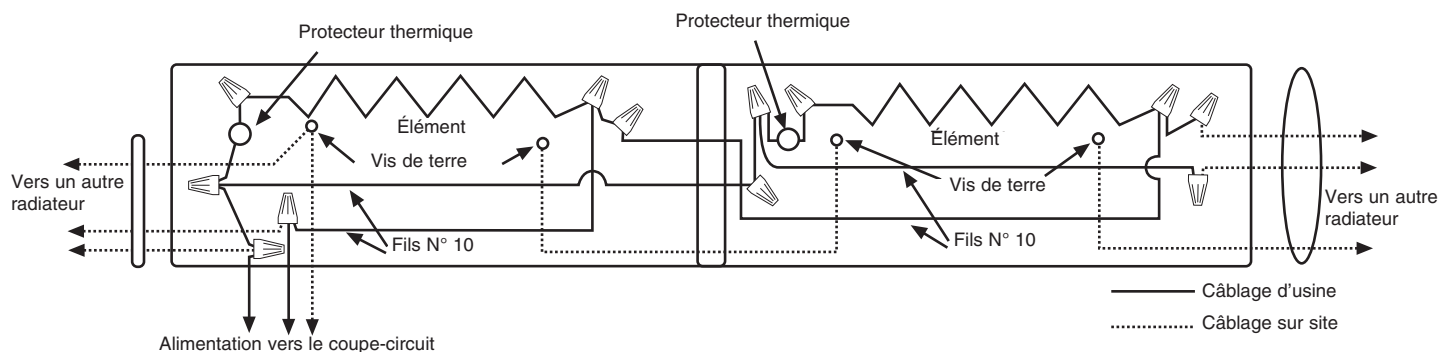

Fig. 7
- En suivant le schéma de câblage fixé sur le radiateur, effectuez les raccordements électriques. Référez-vous à la Figure 7 pour le branchement en parallèle avec d'autres radiateurs. La mise à la terre des autres radiateurs se fait en branchant un cavalier (non fourni) entre les deux radiateurs adjacents.
REMARQUE IMPORTANTE : Ces radiateurs sont fournis avec un limiteur de sécurité intégré (protecteur thermique – voyez la Figure 7) pour couper automatiquement le radiateur s'il est obstrué ou entre en surchauffe suite à une condition anormale; En fonctionnement normal, les radiateurs ne doivent pas subir de coupure par ce dispositif de sécurité. Si cela se produisait, vérifiez l'installation du radiateur pour vous assurer que des écartements adéquats sont respectés et que la libre circulation de l'air autour du radiateur n'est pas entravée. Si le radiateur continue d'avoir des coupures par le dispositif de sécurité, cessez de l'utiliser avant qu'il ait été inspecté et/ou réparé par un électricien qualifié.